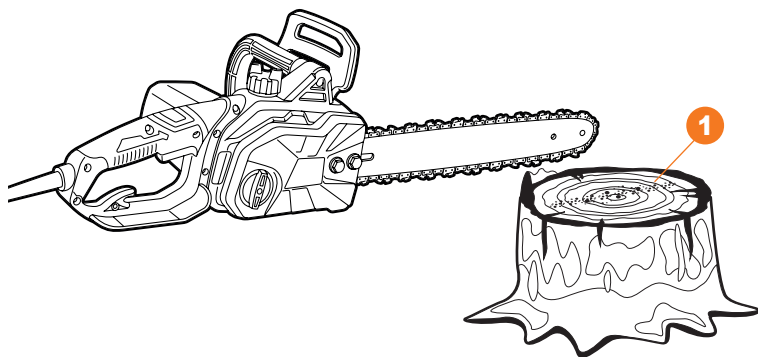

Рис. 6
Перед каждым использованием проверяйте работу смазки цепи, для этого расположите пилу пильной шиной над светлым сухим предметом, включите её и удерживайте в таком положении до 30 сек., образуется след от масла ❶, спадающего с шины. Не используйте пилу если нет подачи масла или подача масла минимальна, в случае данной неисправности обратитесь в сервисный центр (Рис. 6).